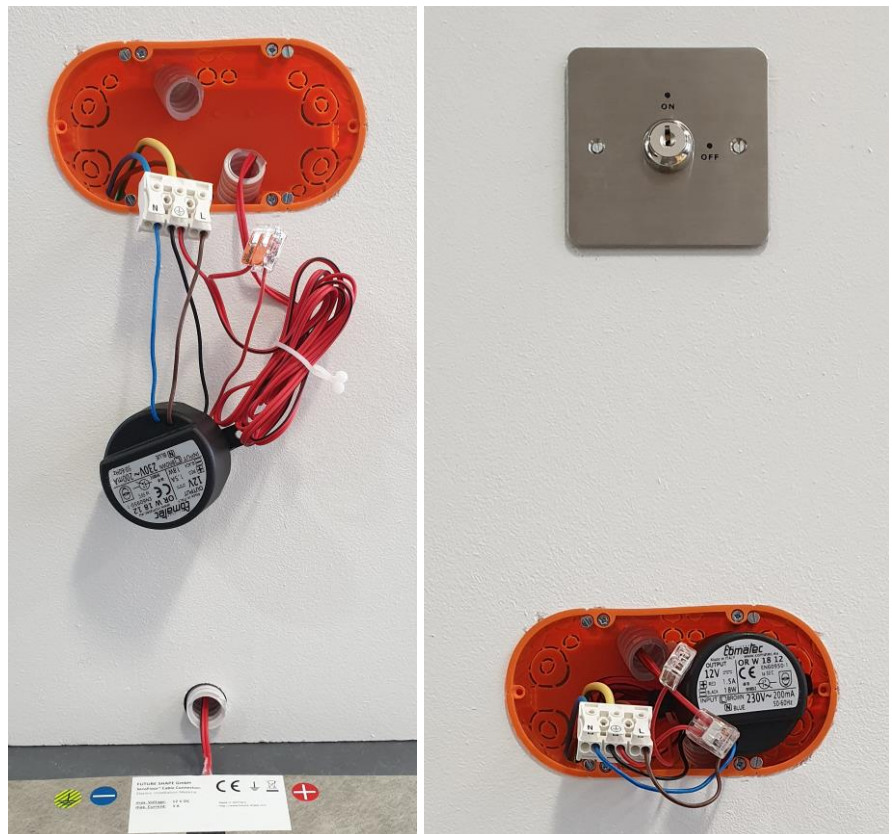

Bild 29: Anschluss Underlay (links) und Schlüsselschalter (rechts)
Bild 29 zeigt die Variante A mit Unterputznetzteil. Für eine stabile Kapazitätsmessung muss die DC Masse mit dem Schutzleiter (PE) verbunden werden. Zum Anschluss wird eine Mehrfach-Leuchtenklemme (weiß) verwendet, die Phase (braun) und Nullleiter (blau) mit dem Netzteil und gleichzeitig die DC Masse (schwarz) mit der Masse des Underlays (schwarzrot) und mit dem Schutzleiter (grüngelb) verbindet. Die Plus-Verbindung vom Underlay mit Plus vom Netzteil (beide rot) erfolgt mit einer normalen Klemme. Zum späteren Abschalten des SensFloor (z.B. während der Bodenreinigung) kann die Stromversorgung des Netzteils über eine Sicherung unterbrochen werden. Alternativ kann auch die DC Versorgung vom Netzteil zum Underlay über einen RFID-oder Schlüsselschalter getrennt werden.
Dazu muss der Schalter mittels einer zweiten Klemme in die DC Plus-Leitung eingeschleift werden (Bild 29 rechts).